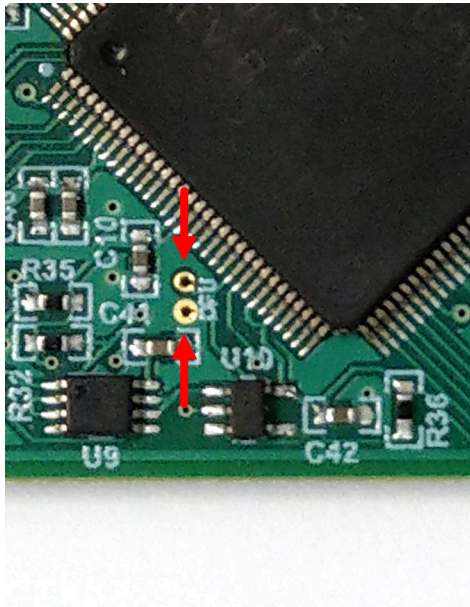

图 3-4. 用于手动进入 DFU 模式的测试点
- 使用镊子 (或导线) 短接标记为 DFU (请参阅图 3-4) 的两个测试点，同时按下 RESET 按钮。如果正确操作，SCB 上的 LED D1 会熄灭，而 LED D5 (电源 LED) 保持亮起。如果 LED D1 仍点亮，则 GUI 固件仍为运行状态，器件未进入 DFU 模式。